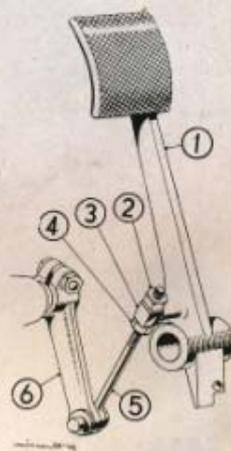

Fig. 28. Regolazione del gioco del pedale della frizione.
Per far ciò è necessario, svitare di quanto occorre, il dado (4), quindi bloccare il perno di registro (3), serrando il dado (2) (vedi fig. 28).